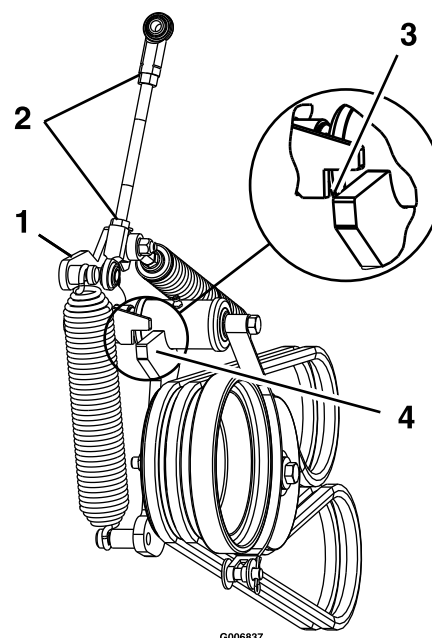

Рисунок 60
12. Ослабьте контргайки и отрегулируйте рычажный механизм так, чтобы верхняя часть рычага натяжного ролика была совмещена с нижней частью выемки на натяжном рычаге, как показано на Рисунок 60.